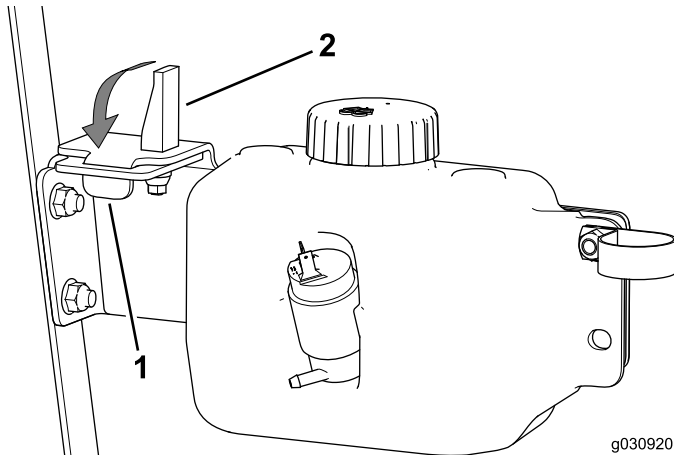

Figure 36
5. Insérez la languette dans la fente et la bague du loquet à expansion dans le trou de la patte de montage du réservoir (Figure 36).
6. Abaissez le loquet à expansion (Figure 36).